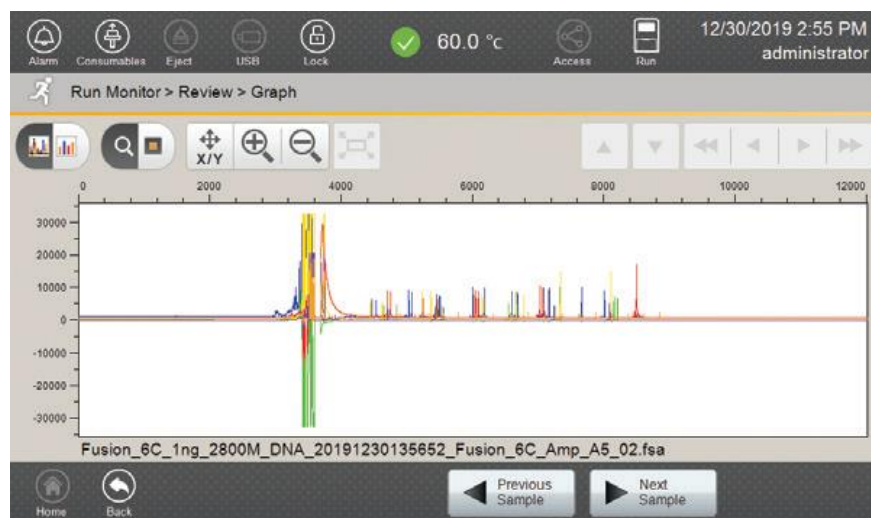

図 102 フラグメント解析の Result タブの Raw データ
3. Graph 画面のデフォルト表示は、生データのエレクトロフェログラムです。解析済みデータのエレクトロフェログラムを表示するには、スクリーンの左上隅にあるデータトグルボタンを選択し、生データ表示と解析済みデータ（図 102、103、104、105）を切り替えます。
9. フッターの **Previous Sample** と **Next Sample** (図 102、103、104、105) を使用して、ランしたサンプル間で表示を切り替えられます。